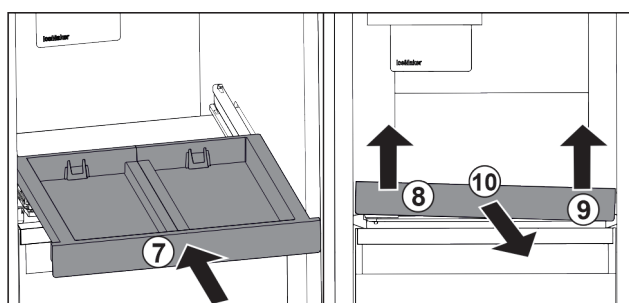

Fig. 196
- ▶ Zasuňte vysouvací přihrádku. Fig. 196 (7)
- ▶ Vysouvací přihrádku vpředu vlevo nadzvedněte. Fig. 196 (8)
- ▶ Vysouvací přihrádku vpředu vpravo nadzvedněte. Fig. 196 (9)
- ▶ Odeberte vysouvací přihrádku směrem dopředu. Fig. 196 (10)